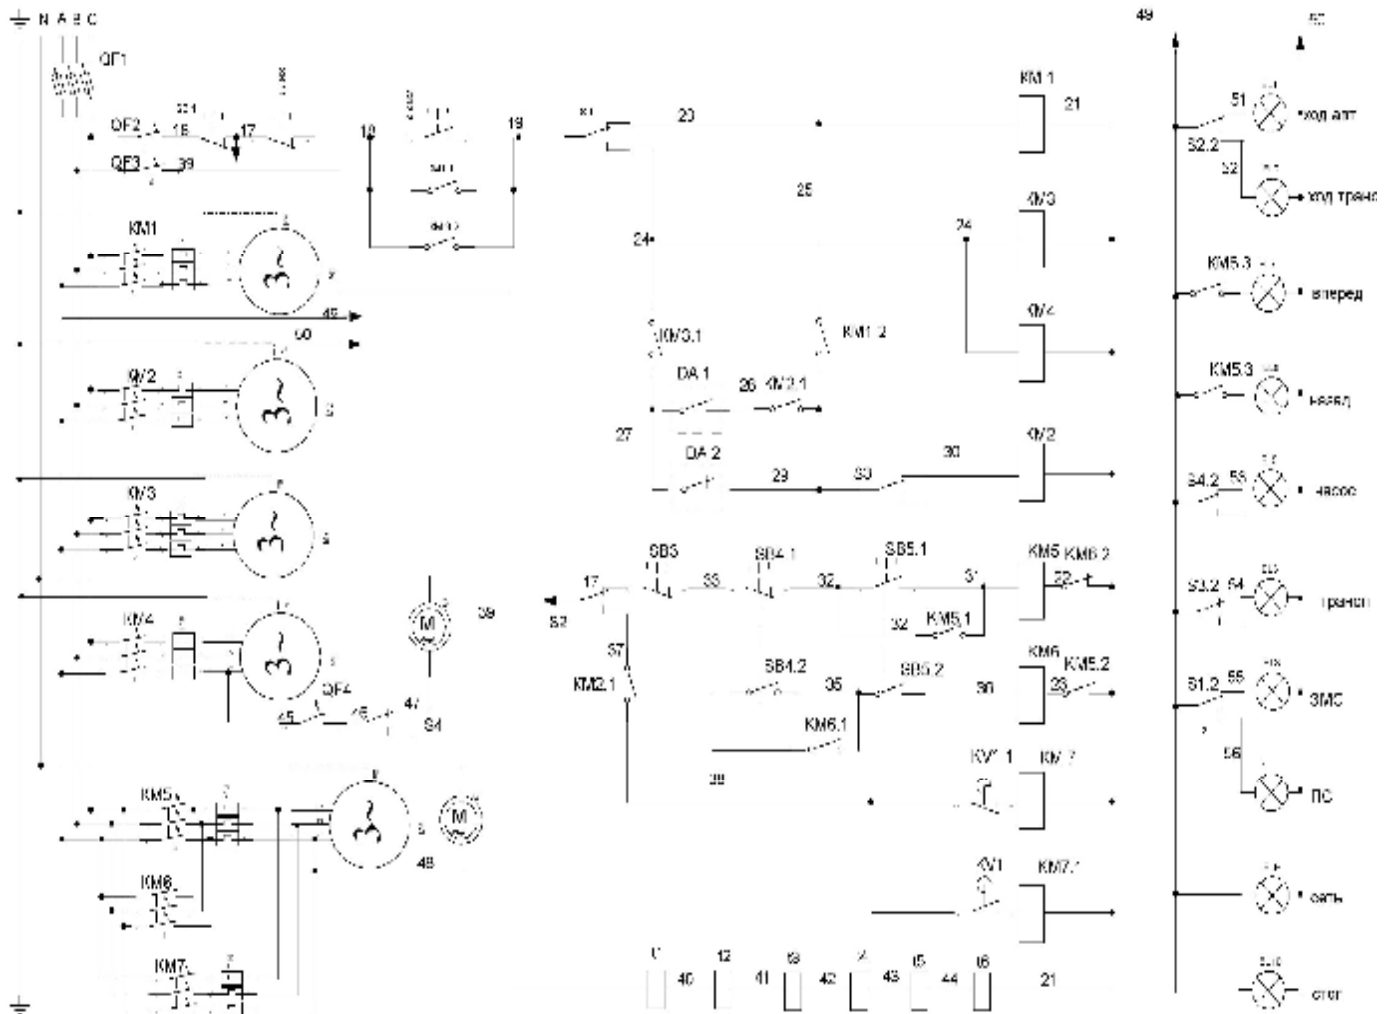

Рис. 11 Схема электрическая принципиальная
- Принципиальная электрическая схема представлена на рис. 11.